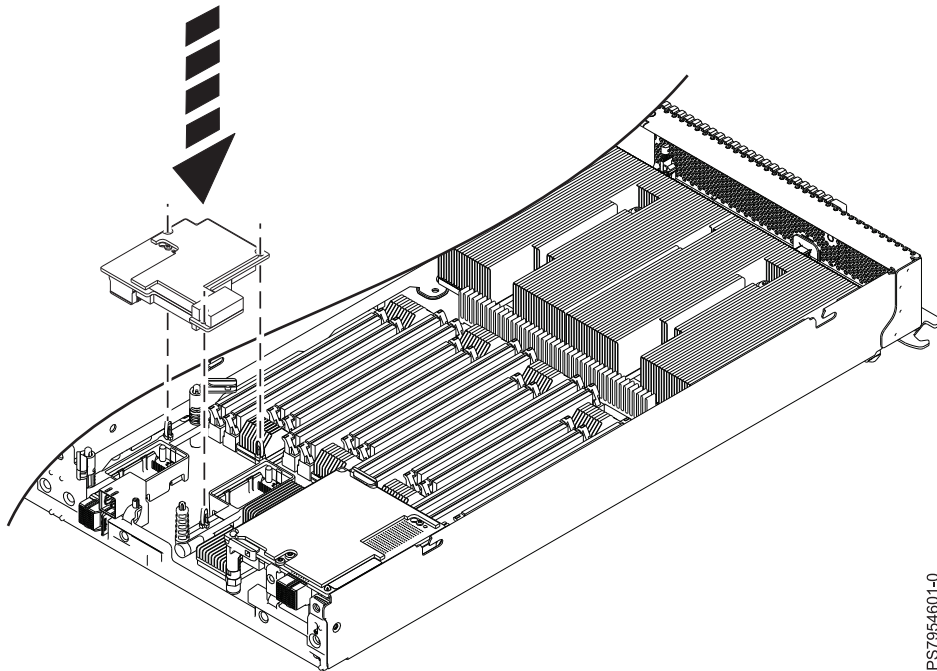

図 23. コネクターへの I/O 拡張 ETE アダプターの取り付け
8. 図 23 に示すように、I/O 拡張 ETE アダプターを、システム・ボードにある 3 本の支柱の上に下ろします。アダプターがしっかりと装着されるまで、慎重に押し下げます。次に、ステップ 9 に続きます。